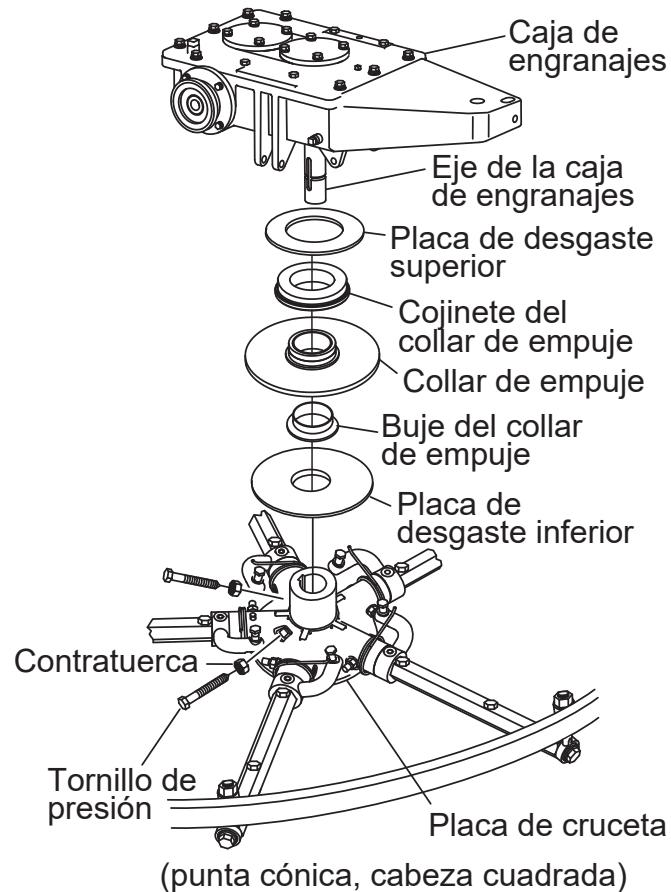

Figura 41. Retirada de la cruceta
1. Localice los tornillos de presión de cabeza cuadrada y punta cónica (2) y las contratuerca sueltas (2) en el lado del conjunto de cruceta. Vea la Figura 41.